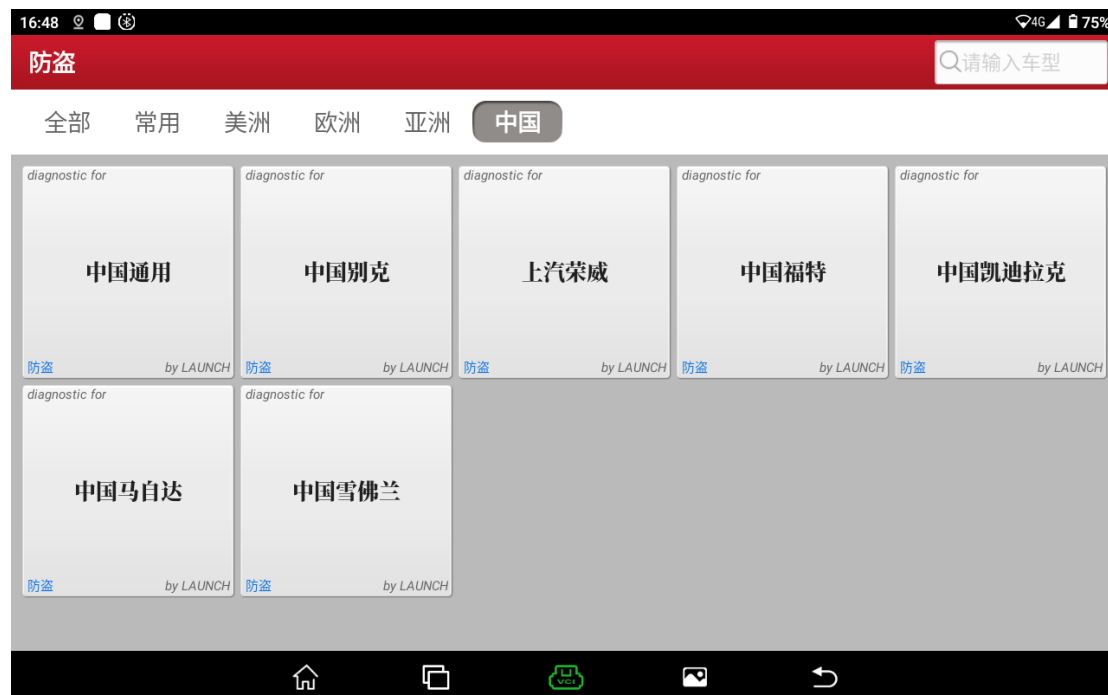

图 1
1. 在主页选择【中国】区域选择中国通用防盗软件，如图 1：